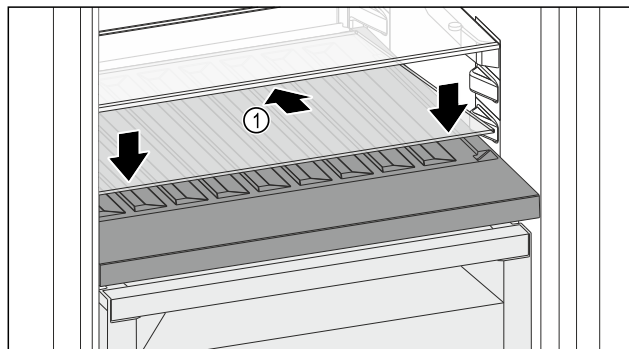

Fig. 100
- ▶ Stekleno ploščo *Fig. 100 (1)* namestite postrani, nagnjeno spodaj nazaj.
- ▶ Stekleno ploščo *Fig. 100 (1)* spustite spredaj.